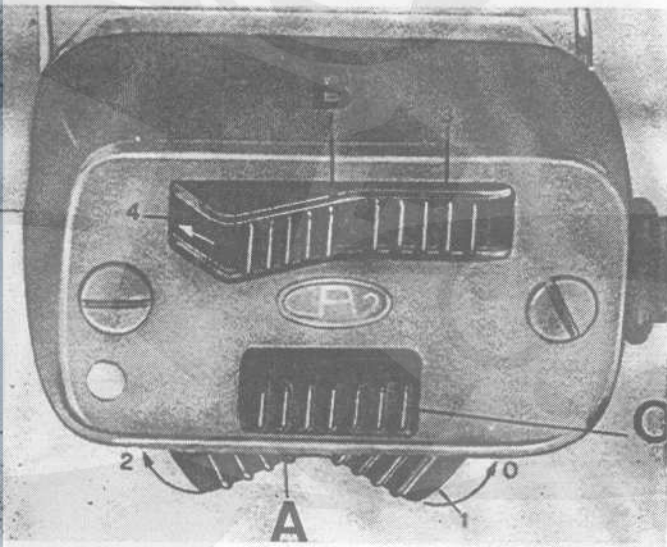

Fig. 9
- **Posizione « 2 »:** macchina pronta per l'avviamento o macchina in marcia. Tutti i comandi sono inseriti. Per la marcia diurna non occorre nessuna altra manovra; per la marcia notturna è necessario azionare le leve (A e B) dell'interruttore-commutatore e pulsante per avvisatore acustico (vedere fig. 9).
(vedere fig. 9)